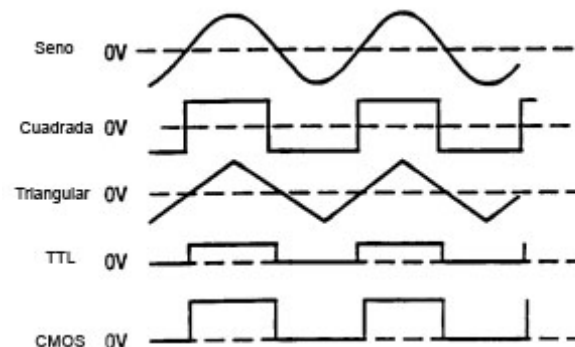

Figura 2. Formas de onda de salida y
1. Inicialmente, verifique los switches DUTY CYCLE (2), CMOS LEVEL(3), DC OFFSET(4), 20dB (5), SWEEP EXT/INT (22) y AM/FM (35) estén desactivados. Esto producirá una onda simétrica no afectada por el generador de barrido y otros controles.
2. Enchufe la unidad en una fuente de energía apropiada y enciéndalo oprimiendo el switch POWER (1)
3. Seleccione la onda de forma deseada (SINE, SQUARE, TRIANGLE) oprimiendo uno de los switches de FUNCTION (9). Sus relaciones de fase se muestran en la figura 2.
4. Seleccione la frecuencia de la onda de forma oprimiendo uno de los switches RANGE (6). La frecuencia de salida se mostrará, junto con las unidades de medida apropiadas, KHz, o Hz (31), en el LED indicador.
5. Gire el control COARSE (28) para fijar la frecuencia de salida rápidamente al valor deseado aproximado. El control FINE (26) puede usarse ahora para fijar el valor exacto fácilmente. La frecuencia seleccionada esta disponible en el jack OUTPUT (13). En adición, una señal digital, sea TTL o CMOS esta disponible en el jack TTL/CMOS (15) (refiérase a la sección "TTL/CMOS OUTPUT" de este manual)